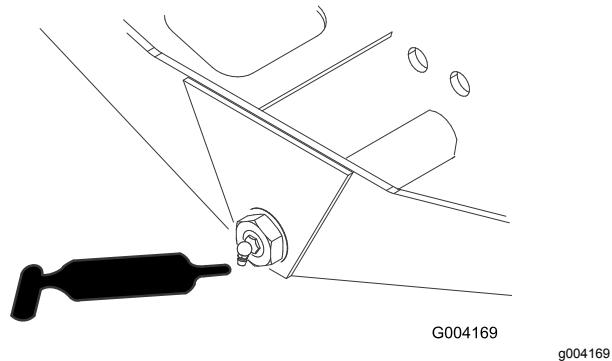

Figura 43
- Perno sterzante del ponte (1) (Figura 43)